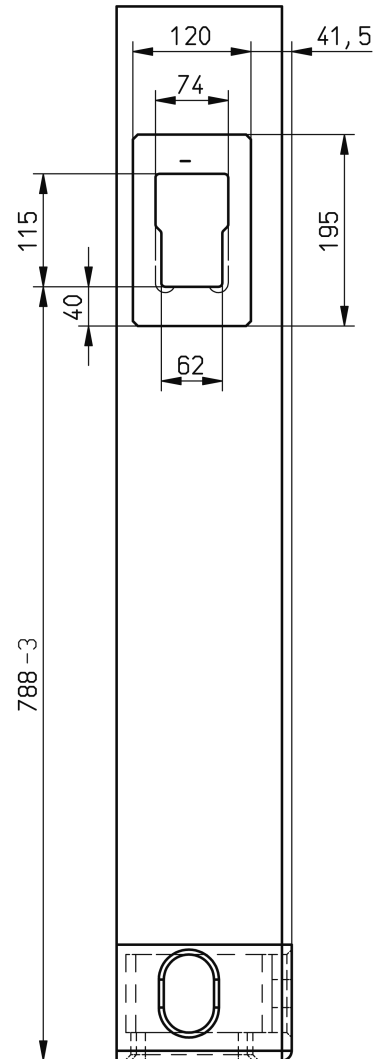

Bild F.2: Stützenadapter und ISO-Eckbeschlag
Die Montage des Stützenadapters erfolgt wie in Bild F.2 und F.3 gezeigt.
Halten Sie den in Bild F.2 angegebenen Abstand zum unteren ISO-Eckbeschlag (E) ein.